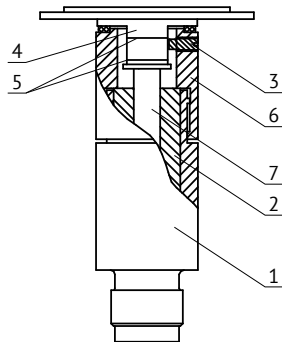

Рис. 5. Устройство ИПС для МП-6...МП-16.
6.3 Разберите ИПС, для чего: выкрутите стопорный винт и выньте поршень с грузоприёмным устройством, а затем цилиндр. В исполнении гайки 6 (Рис. 5, 6) без стопорного винта 3 необходимо ее открутить и осторожно снять вместе с поршнем и грузоприёмным устройством. Далее извлеките цилиндр, а гайку снимите с поршня.
6.13 Смажьте поршень ИПС маслом, аккуратно подведите нижний конец поршня к отверстию в цилиндре и осторожно вставьте. В случае исполнения гайки без стопорного винта необходимо сначала поршень вставить в смещенное отверстие гайки 6, рис. 5, 6.